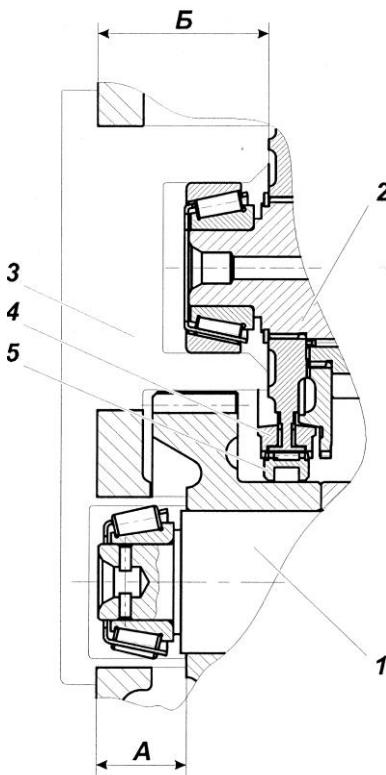

Рис. 112:
2. Завести в картер коробки передач собранные в сборе промежуточный и вторичный валы и зафиксировать их взаимное положение друг относительно друга с помощью технологического приспособления (рис. 112) таким образом, чтобы обеспечивался монтажный размер А (от переднего торца картера коробки передач до переднего торца ступицы шестерни привода промежуточного вала) равный $48 \pm 0,025$ мм и монтажный размер Б (от переднего торца картера коробки передач до переднего торца ступицы синхронизатора 4-5 передач) равный $90,3 \pm 0,025$ мм. При этом блокировочное кольцо поз. 4 и муфта поз. 5 синхронизатора должны быть зафиксированы на ступице вторичного вала, а наружное кольцо переднего подшипника промежуточного вала должно быть снято.